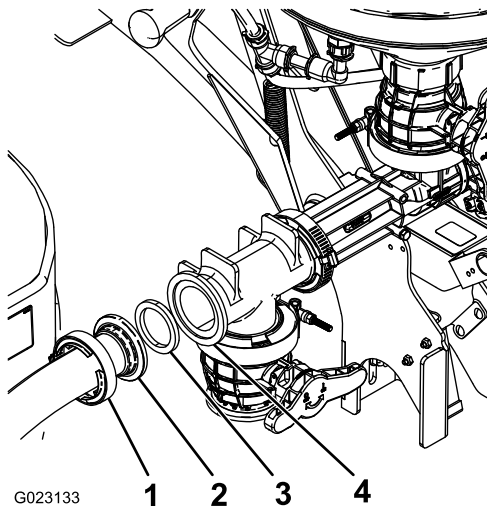

Figura 18
2. Conecte el otro extremo de la manguera al orificio del eyector que está orientado hacia adelante, con una junta y una abrazadera de manguera (Figura 18).